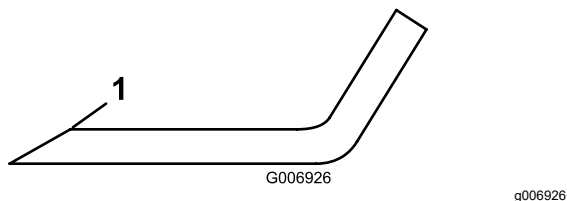

Figura 74
4. Inspeccione los filos de corte de todas las cuchillas, afílelos si están romos o tienen mellas, afíle únicamente la parte superior del filo y mantenga el ángulo de corte original para asegurar unafilado correcto (Figura 74).